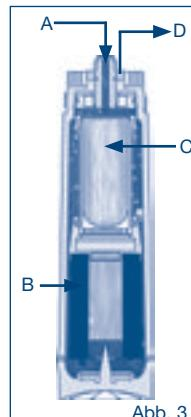

Abb. 3
Ledningsvand (A) ind i filterpatronen (fig. 3), og vandet bliver filtreret af et aktiveret carbon-blok (B). Partikler, opløst organisk stof, naturlige farvestoffer og stoffer, der er ansvarlige for dårlig smag og lugt f.eks chlor fjernes. Derefter Vandet filtreres ved en blindgyde hule fiber ultrafiltrering (C) membran for bakterier fjernes. Filteret er også udstyret med en lille mængde sølv til bakteriostatiske årsager.